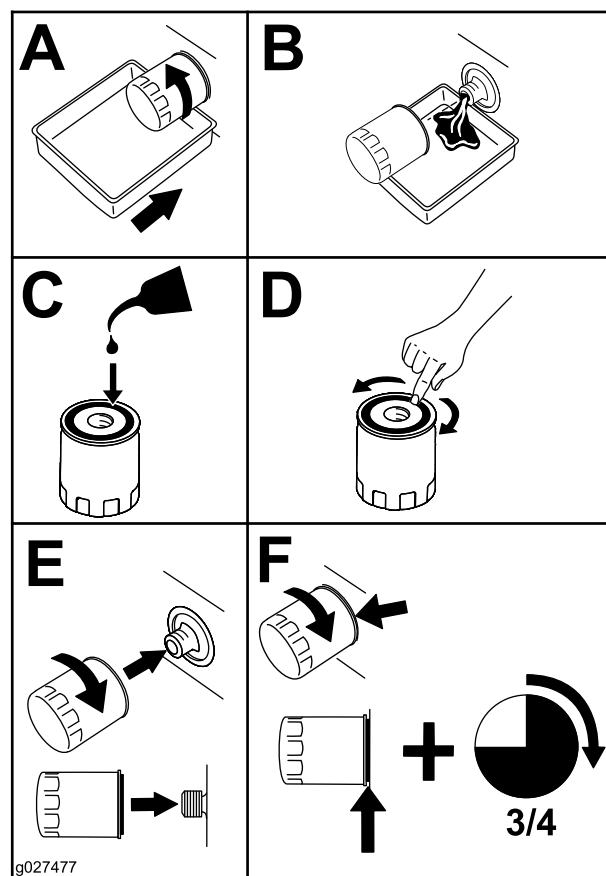

Figura 43
5. Sustituya el filtro de aceite del motor como se muestra en la Figura 43.